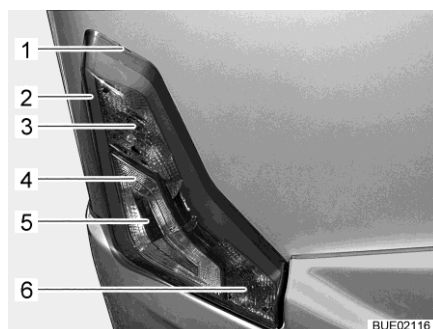

Bild 202 Beleuchtung Heck
- Flaches Werkzeug in Kerbe (Bild 202,1) stecken und Gehäuse vorsichtig abhebeln.